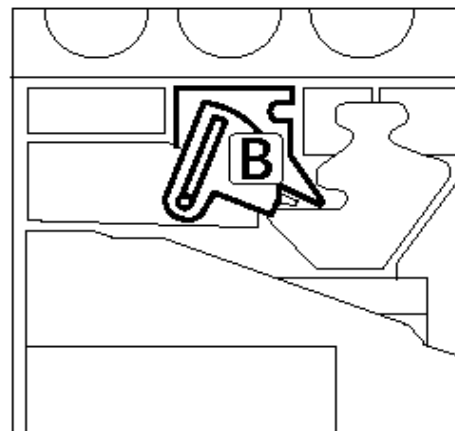
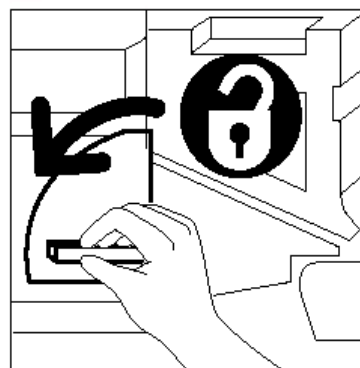

Figura 28: O desengate do grampo dourado (B)
Figura 29: Destruvar o Cartucho de cópia/impressão
- 2 Gire o desengate do grampo dourado do Cartucho de cópia/impressão (área B) no sentido anti-horário para a posição destravada, conforme ilustrado na Figura 28 e na Figura 29.
NOTA: O “B” retratado no desengate na Figura 28 encontra-se, na realidade, no cartucho.